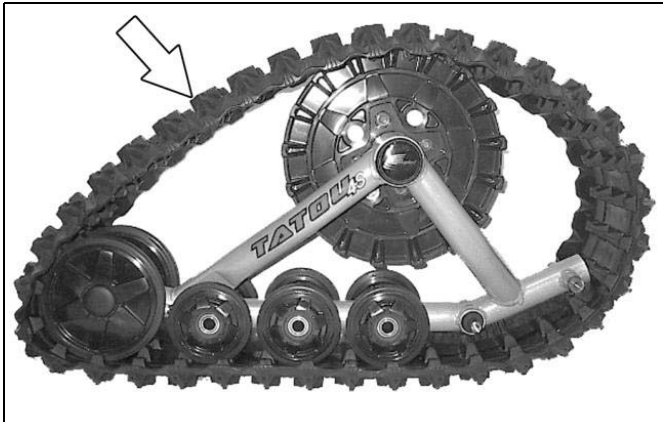

Abbildung 17
- Montieren Sie die Gummikette (siehe Abbildung 17).